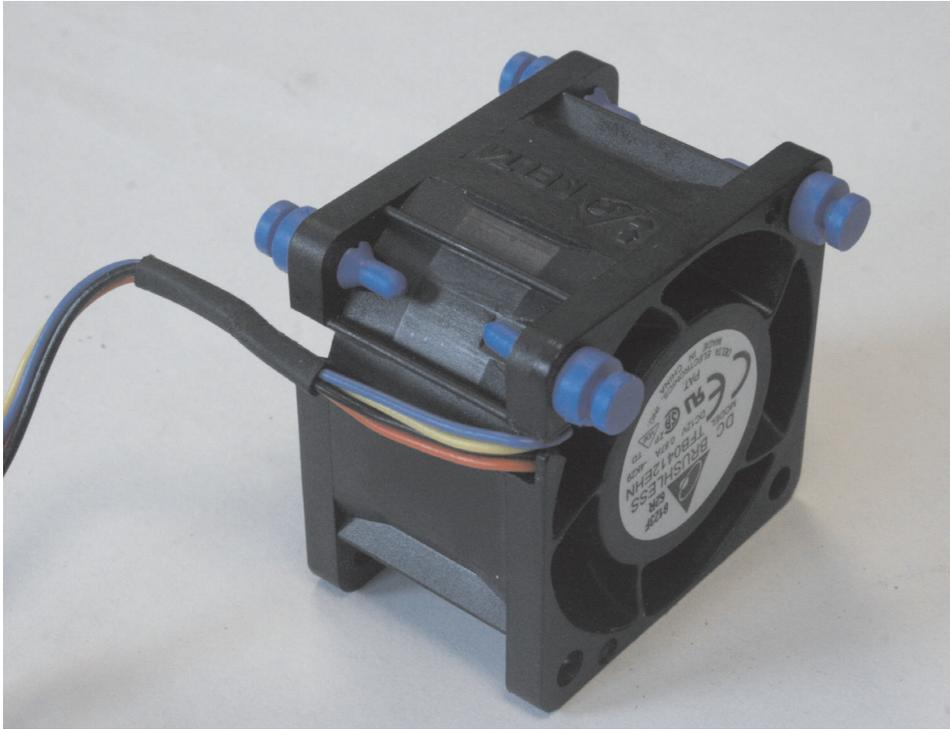

図 245. SAN ポリウム・コントローラー 2145-8A4 ファンのクローズアップ
1. 289 ページの図 245 に示すように、交換用ファンの側面にある排気方向を示す矢印がノードの背面を指すように、ファンの向きを定めます。